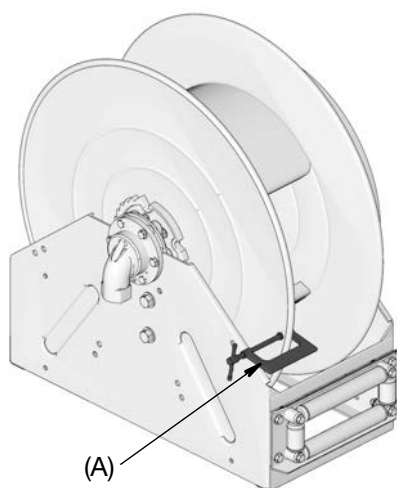

FIG. 17
3. Fije una abrazadera en C (A) a la brida del carrete como se muestra en la FIG. 17 para evitar que el carrete se desenganche por accidente y gire libremente.